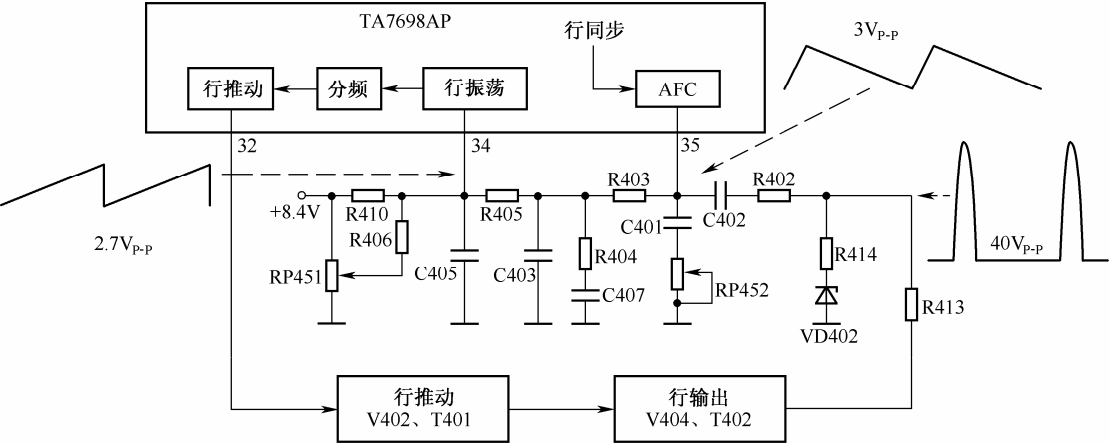

图 4-44 TA 两片机行 AFC 电路
TA 两片机行 AFC 电路如图 4-44 所示。行逆程脉冲经由 R402、C402、C401、RP452 组成的积分电路变换,变成负向锯齿波作用于③⑤脚。在 TA7698AP 内部集成电路中,来自同步分离电路的负极性行同步脉冲加至鉴相器,鉴相器比较行同步脉冲与锯齿波的相位关系,产生与两者相位差相对应的误差电压,通过由 R403、C403、R404、C407 组成的双时间常数低通滤波器变为 AFC 直流控制电压,经 R405 送至③④脚,对行振荡电路进行控制。